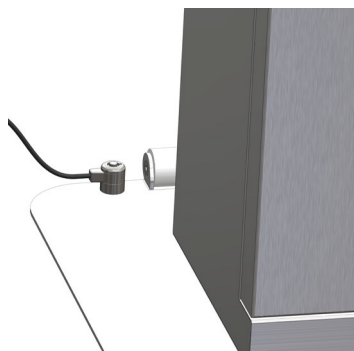

Abb. 2
- Zur Verwendung des mitgelieferten Diebstahlschutzes stecken Sie das Schloss einfach in die dafür vorgesehene Öffnung in der Bodenplatte und schließen es unter Verwendung des beigegefügt Schlüssel mittels Drehung ab (Abb. 2 & 3).